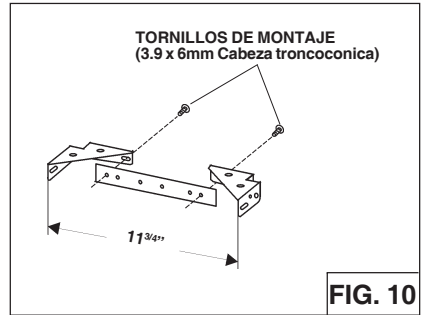

FIG. 10
1. Monte el soporte de montaje del tubo de humos, ajustando el ancho exterior como se muestra. (Fig.10)